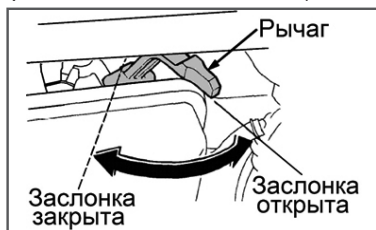

Рис. 10 Рычаг управления воздушной заслонкой
2. Закройте воздушную заслонку карбюратора. Для этого переведите рычаг управления воздушной заслонкой в крайнее левое положение (Рис. 10).
- Закройте воздушную заслонку карбюратора. Для этого переведите рычаг управления воздушной заслонкой в крайнее левое положение (Рис. 10).